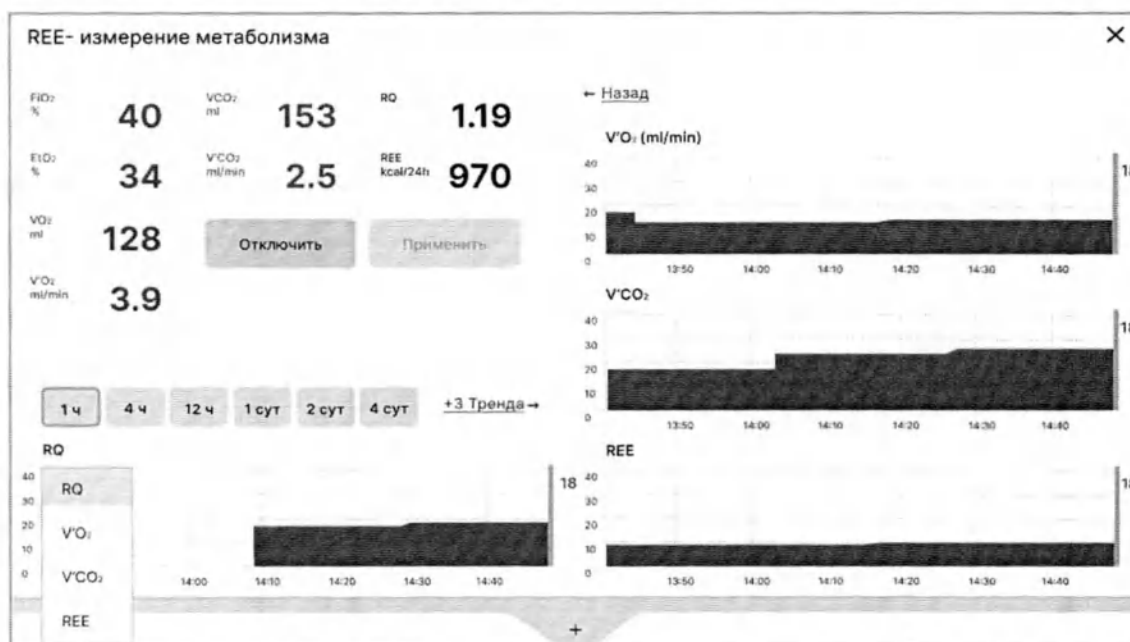

Рисунок 9.53 – Окно измерения функции «REE» (тренды)
- 5 Чтобы перейти в окно просмотра трендов (см. рисунок 9.53) нажмите кнопку «+3 Тренда →».